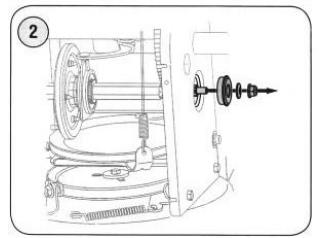

Рис. 32
3. Осторожно снимите шестигранную гайку и шайбу, которые фиксируют (см. рис. 32) шестигранный вал к раме снегоочистителя и слегка поступите по концу вала, чтобы сместить шарикоподшипник с правой стороны рамы.